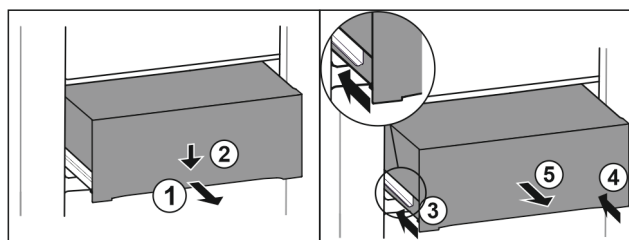

Fig. 193
- Zásuvku napůl vytáhněte. Fig. 193 (1)
- Stlačte zásuvku na přední straně dolů. Fig. 193 (2)
- Zasuňte levou kolejničku přibližně do 2 cm. Fig. 193 (3)
- Zasuňte pravou kolejničku přibližně do 2 cm. Fig. 193 (4)
- Vyjměte zásuvku dopředu. Fig. 193 (5)